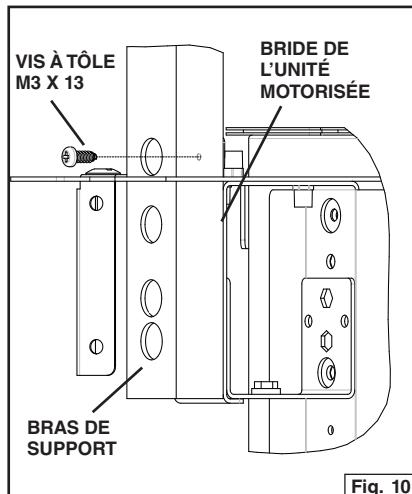

Fig. 10
2. Fixez le bras à la bride de l'unité motorisée avec (1) vis à tête M3 x 13 mm. Fig. 10.